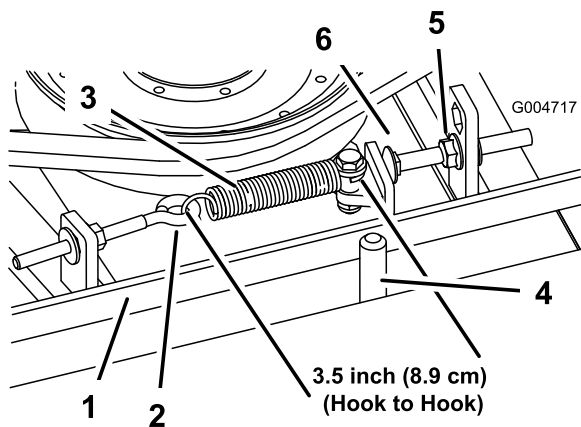

Figura 75
Quando a tensão estiver correta, a medida interior da mola de extensão (gancho a gancho) deverá ser de cerca de 8,3 cm a 9,5 cm. Logo que se obtenha a tensão correta da mola, ajuste o pino de fecho (parafuso da carroçaria) até haver uma folga aproximada de 2 a 5 mm entre a cabeça do parafuso e o braço intermédio (Figura 75).
**Nota:** Certifique-se de que correia está colocada no lado da mola do guia da correia (Figura 75).
2. Desaperte o parafuso com olhal permitindo a remoção da mola de extensão (Figura 75).
3. Desaperte a porca flangeada que prende o pino de fecho à patilha de montagem e afaste a polia intermédia da correia para libertar a tensão da correia (Figura 75).
9. Ligue a mola de extensão (Figura 75) ao parafuso de olhal e aplique a tensão na correia como se segue: